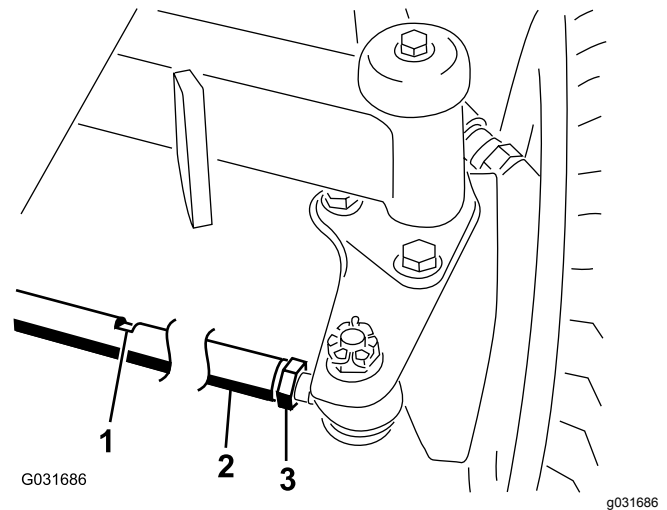

Bild 66
2. Lösen Sie die Klemmmutter an jedem Ende der Spurstange (**Bild 66**).